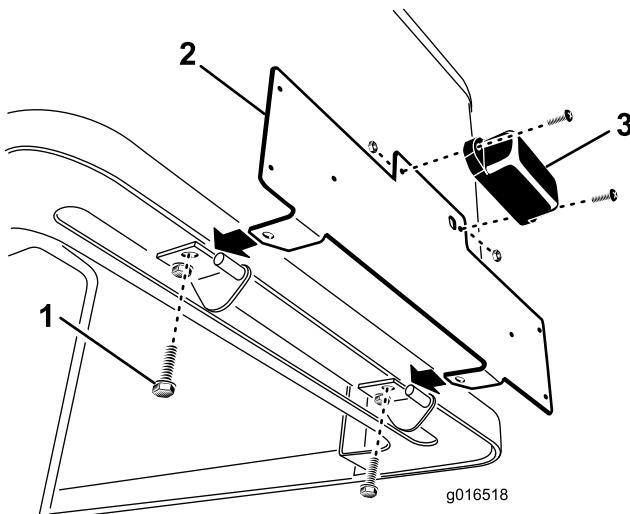

Figura 1
- Rimuovete le (2) coppiglie che fissano i supporti del perno del cofano ai perni del telaio e sollevate il cofano.
- Rimuovete le viti **posteriori** che fissano i supporti del perno al cofano (Figura 1). Rimuovete solo la vite posteriore da ogni supporto del perno del cofano.
- Viti posteriori del supporto del perno del cofano (2)
- Luci del perno del cofano (2)
- Montate la luce sul supporto piastra con (2) viti #10 x 5/8 pollici e #10 dadi di bloccaggio (Figura 1). Non serrate eccessivamente. Assicuratevi che la lente sia rivolta verso il basso e che i fili siano inseriti nel foro nel supporto piastra.
- Con le (2) viti precedentemente rimosse, installate la piastra di montaggio sui supporti del perno e sul cofano (Figura 1).